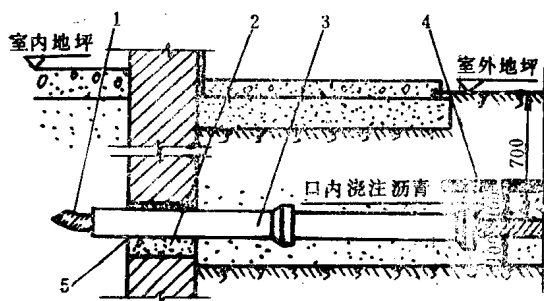

图 1-1
1. 安装前的准备 目前,各企业已广泛使用电缆供电方式,它不占据空间,不影响厂区的美观。敷设电缆的方式有直埋式、沟内敷设、穿管敷设和在隧道内敷设多种。直埋式是目前最常用的较经济的敷设方式,其进入建筑物处的埋设方式之一如图1-1所示。由于埋设在地下,涉及到地下隐蔽工程等问题,因此在敷设电缆前要做好下列准备工作。
将电缆穿入穿墙缸瓦管和缸瓦管之间相接处的橡胶圈,量好按伸进的电缆尺寸调整电缆,将多余部分伸出室外置于圆弧形沟内,然后将穿有电缆的缸瓦管倾斜抬起,在内侧的缸瓦管喇叭口管内的电缆周围塞上麻、玻璃纤维等类物品,至离管口约100mm左右即可。然后在管口浇注热沥青,待沥青冷凝后,放平缸瓦管,与另一节缸瓦管合起来放入墙孔中,如图1-1所示。使缸瓦管在建筑物墙